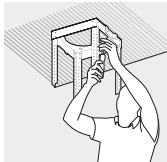

Figura 2
- Asegure el soporte de fijación de la campana extractora al techo usando 4 tornillos de 5X45 mm. (figura 2)